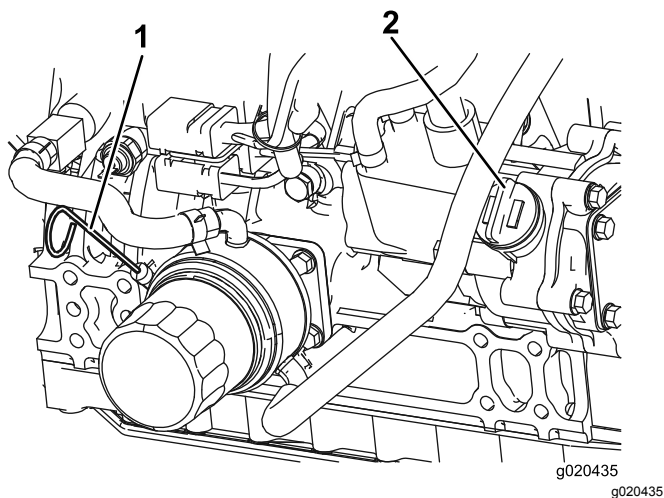

Рисунок 76
Уровень масла должен находиться в допустимом интервале (Рисунок 76).
4. Если масло ниже допустимого уровня, снимите крышку маслозаливной горловины (Рисунок 76) и добавляйте масло до тех пор, пока его уровень не достигнет отметки Full (Полный).